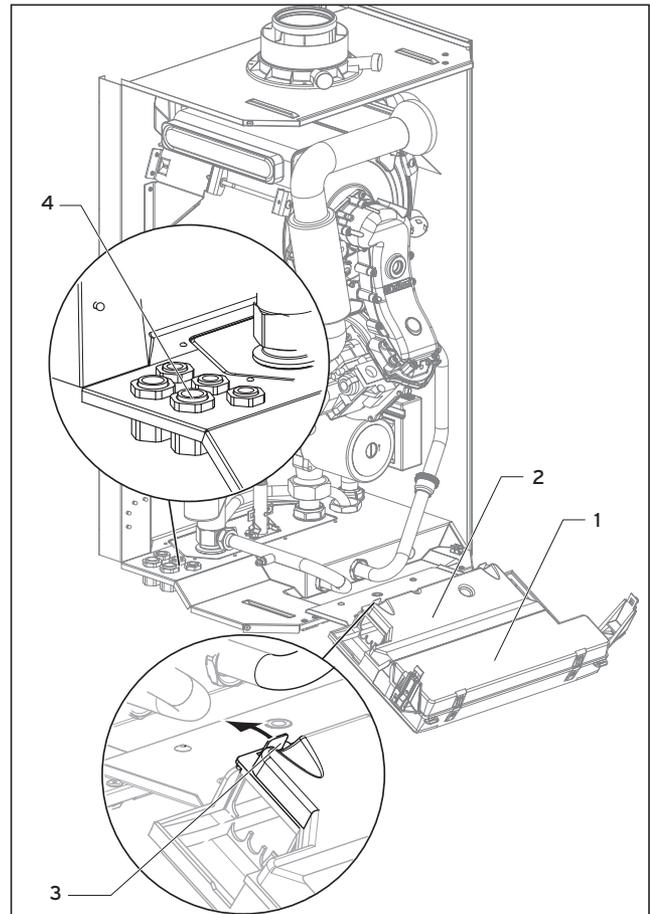

Abb. 4.15 Schaltkastenrückwand öffnen
- Nehmen Sie die Frontverkleidung des Gerätes ab und klappen Sie die Elektronikbox (1) nach vorn.
- Clipsen Sie den hinteren Deckel (2) der Elektronikbox an den Stellen (3) aus und klappen Sie den Deckel hoch (s. Abb. 4.15).
- Führen Sie die Anschlussleitungen der jeweiligen, anzuschließenden Komponenten durch die Kabelführungen (4) links an der Geräteunterseite.